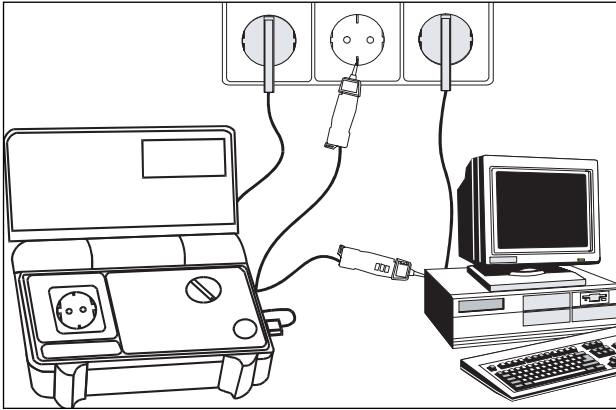

Abb. 7.10a
- Die Prüfspitzen des COMMANDER 2 (ggf. mit Messzubehör) mit dem Prüfling wie in Abbildung 7.10a dargestellt verbinden.